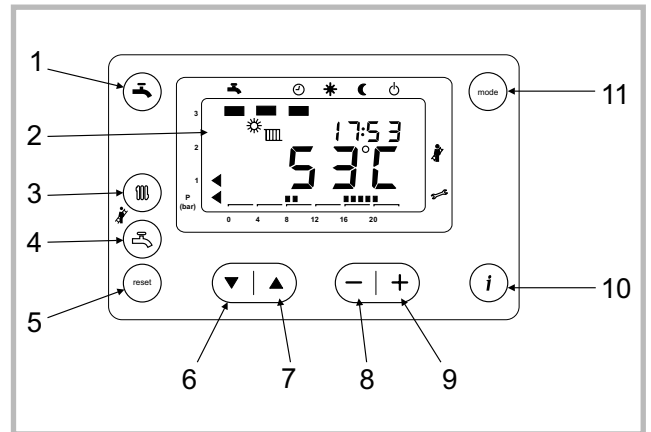

Figure 36 - Tableau de contrôle
Appuyer simultanément sur (☺) et (☞) pendant 6 secondes (repère 3 et 4, fig. 36).
- Appuyer sur la touche (▼) (repère 6, fig. 36)
Il est possible de contrôler les allures intermédiaires en ajustant le % à l'aide des touches (+) et (-) (repère 8 et 9, fig. 36).